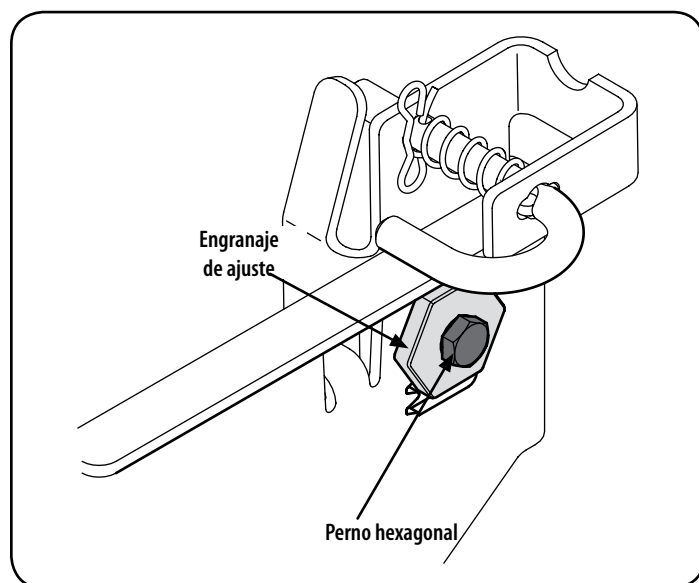

Figura 20
3. Afloje, pero NO extraiga, el perno de cabeza hexagonal ubicado en el gancho trasero izquierdo de la plataforma. Vea la Figura 20.
4. Con una llave, levante o baje el lado izquierdo de la plataforma girando el engranaje de ajuste. Vea la Figura 20.